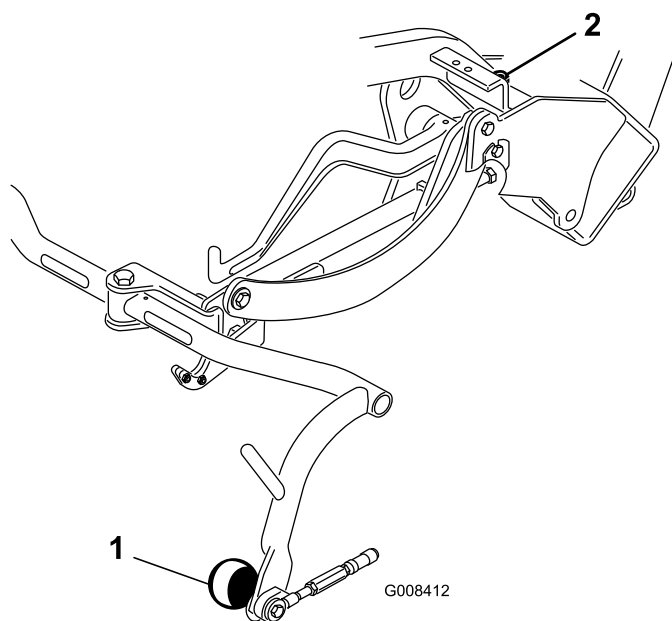

図 9
3. すき間の調整が必要な場合には、キャリアフレームのストップねじ 図 9 についているジャムナットをゆるめ、ストップねじの高さを変えてキャリアフレームの高さを調整する。ジャムナットを締めて調整を固定する。